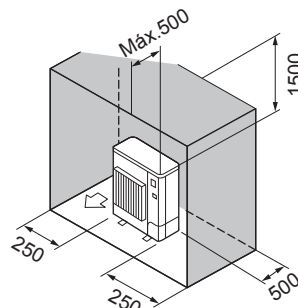

Fig. 2-7
⑥ Obstáculos apenas na parte de trás, nos lados e por cima (Fig. 2-7)